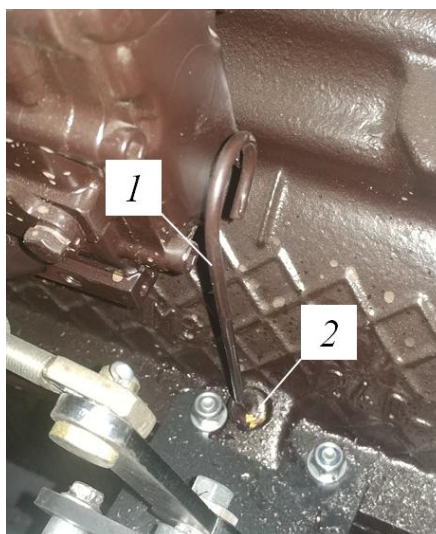

Рисунок 5.14. Контроль уровня масла в двигателе
- извлечь масляный щуп поз.1, рис. 5.14.